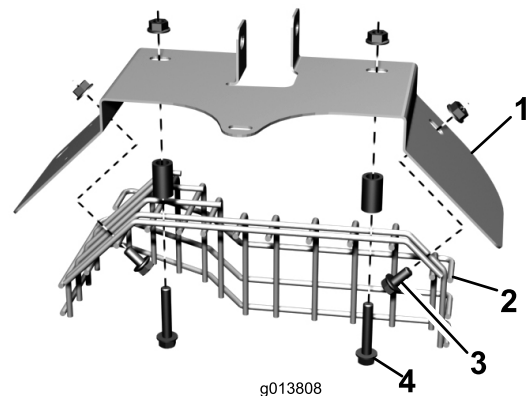

Bild 7
10. Befestigen Sie das neue Auspuffrohr mit zwei Bundkopfschrauben, Distanzstücken und Bundmutter in den zwei oberen Löchern lose am vorhandenen Auspuff-Schutzblech. Bringen Sie die Befestigungen so an, wie in Bild 7 dargestellt.
11. Befestigen Sie das Auspuffrohr mit den zwei vorher entfernten Bundkopfschrauben und Bundmuttern lose in den äußeren Löchern am Auspuff-Schutzblech. Bringen Sie die Schrauben so an, wie in Bild 7 dargestellt. Ziehen Sie die